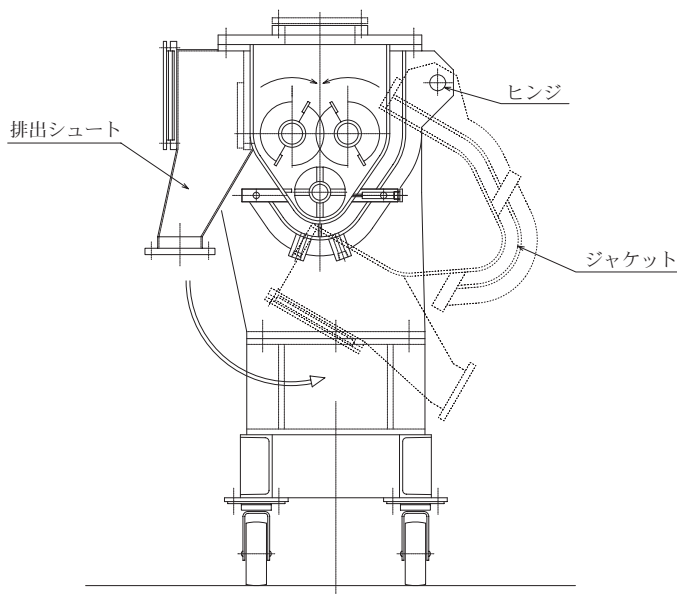

図3 ジャケット部(清掃容易化対応)
3) 点検・掃除が容易な構造(ケーシング部ヒンジタイプ)(図3)。